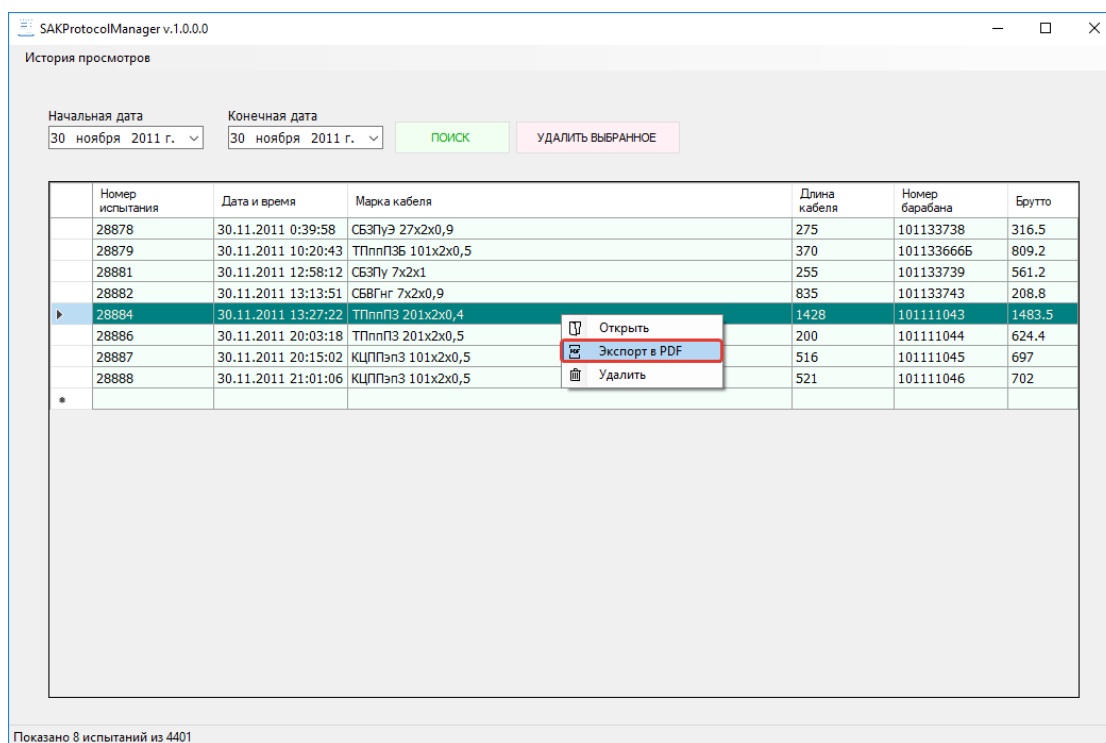

Рисунок 15: Формирование PDF протокола через контекстное меню в окне поиска испытаний
- 1) В окне **поиска испытаний** через контекстное меню (рисунок 15);